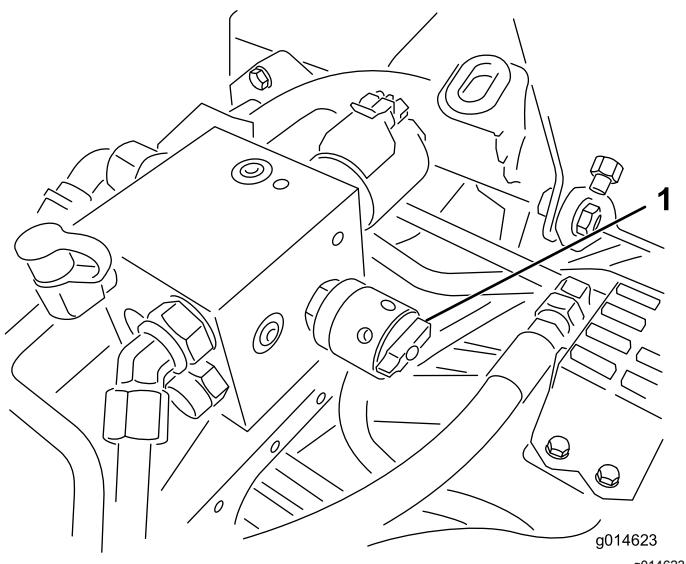

Bild 52
4. Drehen Sie zum Einstellen der Spindeldrehzahl das Handrad (Bild 52), bis die Anzeigepfeile auf die Nummer zeigen, die der gewünschten Einstellung entspricht, die Sie in Schritt 3 ermittelt haben.
6. Drehen Sie den Spindeldrehzahlregler auf die Einstellung 1 (Bild 52).